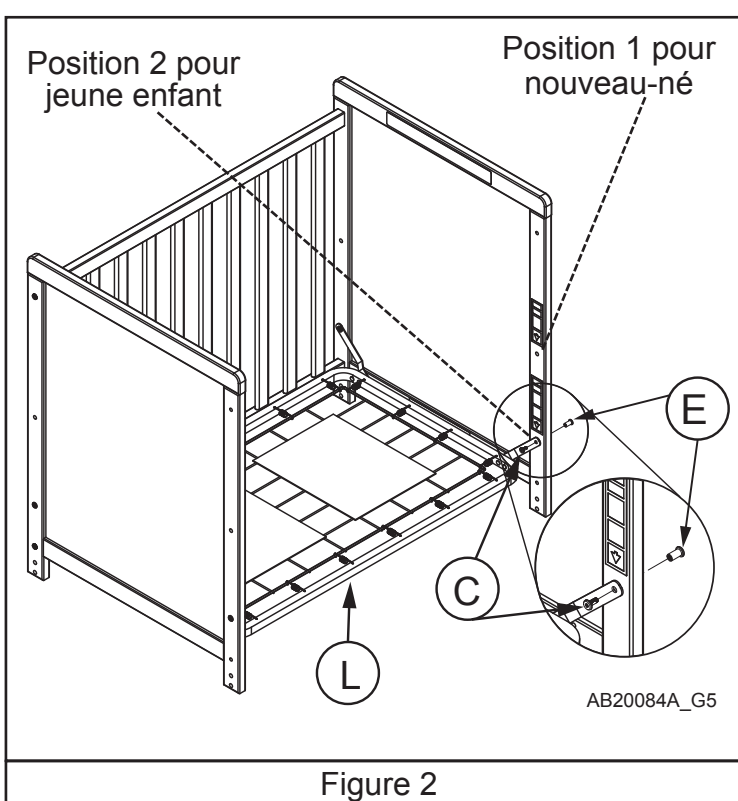

Figure 2
Pour régler la hauteur du ressort (L), dévisser les boulons Allen (C) et déplacer le ressort (L) à l'autre en hauteur le montre la figure 2 Ensuite, suivez la procédure ci-dessus pour fixer ressort (L) vers le nouvel emplacement.
Voir la figure 2.